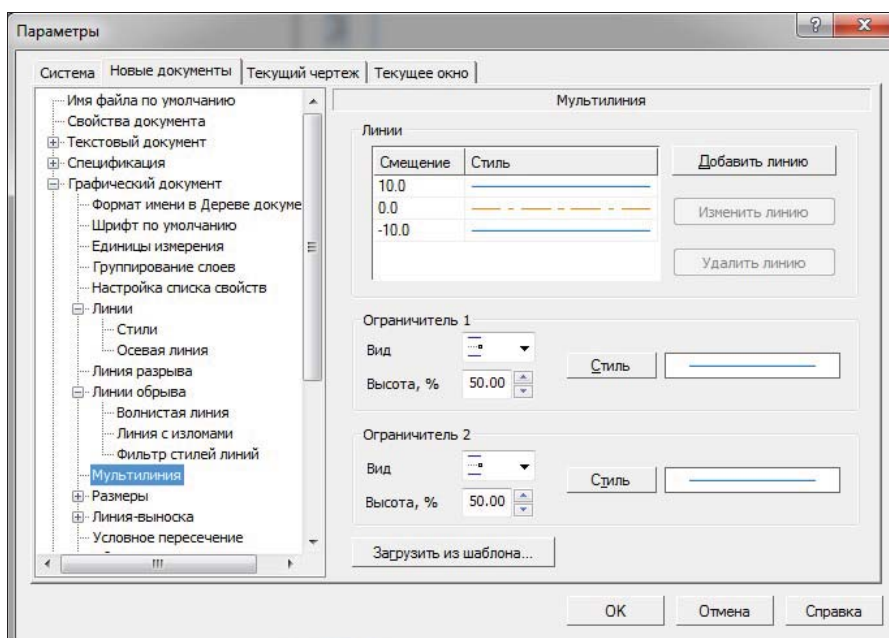

Рис. 17.17. Диалоговое окно Параметры с открытой панелью Мультилиния
- ◆ щелкните ЛК по пункту **Мультилиния** — в правой части откроется панель **Мультилиния** (рис. 17.17). Настройки, возможные на этой панели: